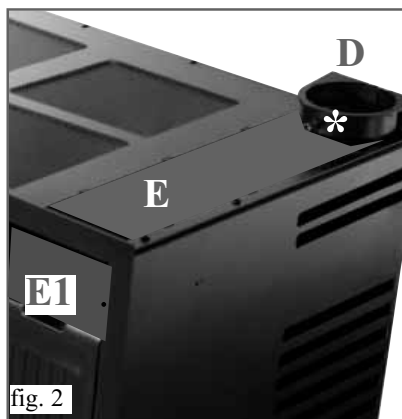

fig. 2
La figure 2 (A-B-C-D), de la page 39 illustre les typologies d'installation les plus fréquentes.
INSTALLATIONS POSSIBLES (fig. 2)
- Installer et fixer la plaque d'appui (B) avec des chevilles dans la position définitive qu'aura l'insert.
- Positionner et fixer (avec les boulons fournis) l'étrier (C) de centrage du tronçon du conduit de fumées (A).
- Enfiler le tronçon du conduit de fumées sur le collier (D) de l'étrier (C) en le posant sur la vis (*) fig 2).
- Enlever la vis de support (*) et enclencher le conduit de fumées sur le raccord de sortie de fumées (F), en le bloquant avec la vis (°).
- L'opération s'effectue en agissant à travers l'ouverture (E) prévue sur le top de l'insert, après avoir enlevé la plaque (E1) fixée par 2 vis (voir fig. 2).